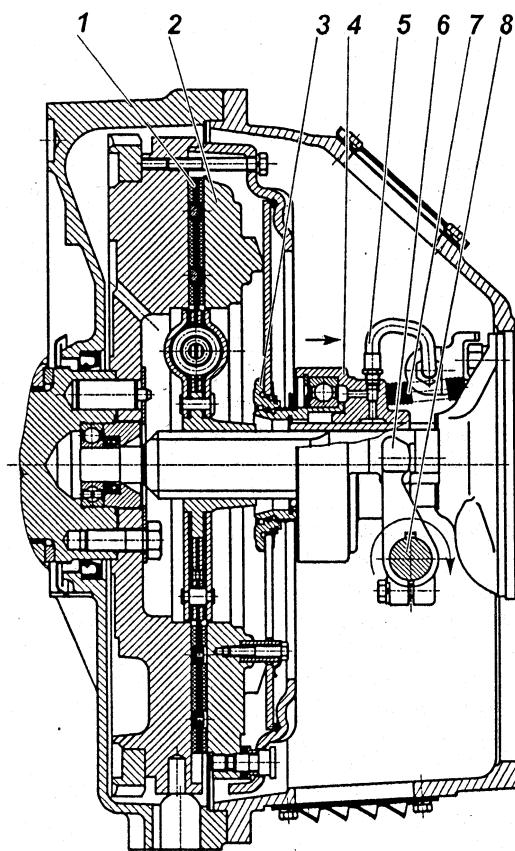
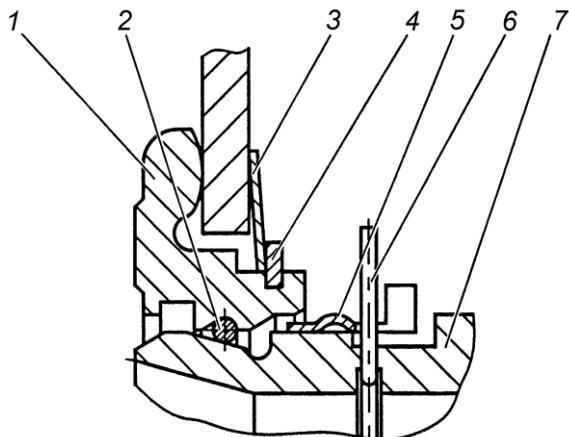

Рис. 99. Сцепление:
Рис. 101. Запорное устройство:
Диафрагменное сцепление (рис. 99) состоит из ведущих и ведомых частей, а также деталей механизма выключения сцепления, устанавливаемых в картер сцепления.
Механизм выключения сцепления состоит из муфты 4 (рис. 99) с подшипником, вилки 6 и валика 8. Муфта соединена через упорное кольцо 3 с диафрагменной пружиной с помощью запорного устройства.
Оттяжная пружина 7 (рис. 99) исключает проворот и осевые перемещения втулки 7 относительно упорного кольца 1 (рис. 101). По мере износа фрикционных накладок муфта выключения сцепления 4 перемещается вместе с пружиной в сторону маховика, при этом конструкция привода выключения сцепления автомобиля или другого транспортного средства обеспечивает поворот вилки 6 (рис. 99) по часовой стрелке после выбора зазора между лапками вилки и муфтой за счет периодической регулировки привода или постепенный поворот за счет конструкции гидропривода.
Конструкция запорного устройства показана на рис. 101. Она включает в себя упорное кольцо 1, втулку подшипника муфты 7 с фасонной канавкой, пружинное кольцо 2 круглого сечения, а также замковое кольцо 5. Упорное кольцо 1 устанавливается на диафрагменную пружину при сборке нажимного диска с кожухом и удерживается за счет пружинной шайбы 3 и стопорного кольца 4. На рисунке муфта заперта (соединенна) с упорным кольцом. Внутри втулки подшипника муфты 7 установлено предохранительное кольцо 6, имеющее снаружи выступающий ус, препятствующий случайному рассоединению муфты выключения сцепления и упорного кольца 1.
Выключение сцепления обеспечивается поворотом вала по часовой стрелке. Допустимое направление перемещения муфты и поворота вала для выключения сцепления показано на рис. 99 стрелками. Перемещение муфты и поворот вала в обратном направлении не допустимо.
5. С помощью специальной оправки сцентрировать кольцо 3 (рис. 101) относительно оси коленчатого вала двигателя.
2. Убедиться, что муфта выключения сцепления отведена до упора в крышку подшипника первичного вала коробки передач пружиной 7 рис. 99.
Проверка качества установки сцепления (отсутствие "ведущия", контроль величины крутящего момента на валу вилки) осуществляется на неработающем двигателе. Для этого необходимо повернуть вал вилки на угол 9°30'...11° по часовой стрелке, что соответствует перемещению муфты на 11...13 мм от двигателя. При этом выходной вал коробки передач, при включенной передаче, должен вращаться при приложении крутящего момента не более 5 Н·м (0,5 кгс·м). Поворот вала вилки выключения сцепления по часовой стрелке показан на рис. 99.
4. Совместить полукруглый паз на муфте выключения сцепления в передней ее части с выступающим усом предохранительного кольца 6 (рис. 101) и, утопив его каким-либо предметом, удерживать в утопленном положении через центральное отверстие муфты выключения сцепления.